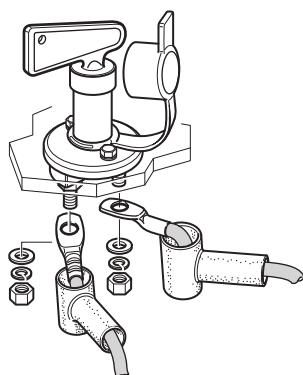

Fig. 48
- Conecte las conexiones de los cables al seccionador de baterías y asegúrelas con arandelas y tuercas (Fig. 48). Apriete las tuercas a 10 Nm.